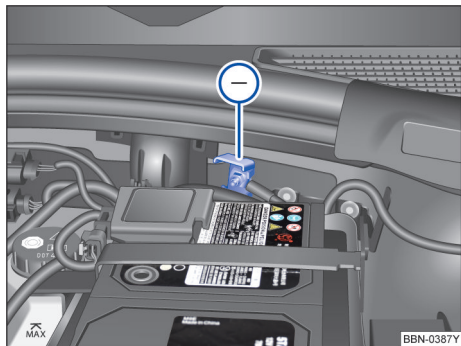

图 161 用于充电器负极连接的接地点
- 将黑色电缆的另一端 ⓧ 连接到亏电蓄电池汽车发动机缸体上的螺栓连接金属部件上或发动机舱内的连接点上→图 161，连接点必须尽可能远离亏电蓄电池 Ⓐ。
在利用外接电源对车辆蓄电池充电时，请勿将充电器的负极接在蓄电池的负极上，必须连接到发动机壳体上或发动机机舱内的接地点处→图 161。